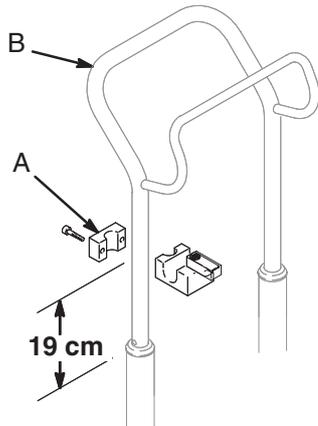

Fig. 1
1. Fig. 1. Coloque los dos pequeños collares (A) en el manillar extendido del pulverizador (B), a aproximadamente 19 cm del resalte del carro del pulverizador.